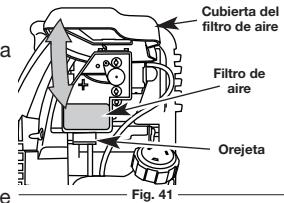

Fig. 41
1. Abra la tapa del filtro de aire. Empuje hacia adentro la lengüeta que está en lado inferior de la tapa. Despues hale hacia afuera y arriba la tapa del filtro de aire. (Fig. 41).
2. Retire el filtro de aire (Fig. 41).
8. Gire la tapa hacia abajo hasta que la lengüeta de la placa posterior del filtro de aire se enganche en la ranura de la tapa del filtro de aire (Fig. 41).